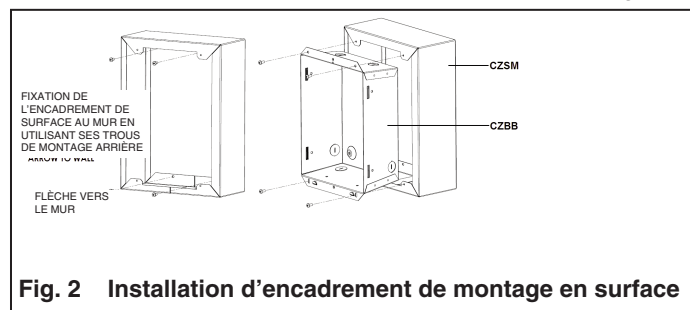

Fig. 2 Installation d'encadrement de montage en surface
Cet accessoire permet une installation en surface des radiateurs de série CZ en lui donnant un aspect fini. Il doit être installé entre le boîtier arrière et le mur comme c'est montré en Fig. 2.
1. Localisez l'emplacement de montage voulu pour le radiateur en conservant les dégagements requis. Positionnez l'ensemble CZSM au mur et fixez-le en utilisant quatre (4) trous sur son arrière comme montré en Fig. 2.
3. Adaptez le boîtier arrière dans l'encadrement de surface en vous assurant que les deux pattes fournies pour fixer l'ensemble de radiateur/ventilateur au boîtier arrière soient bien en bas. Fixez le boîtier arrière à l'encadrement de surface en utilisant quatre (4) vis fournies.